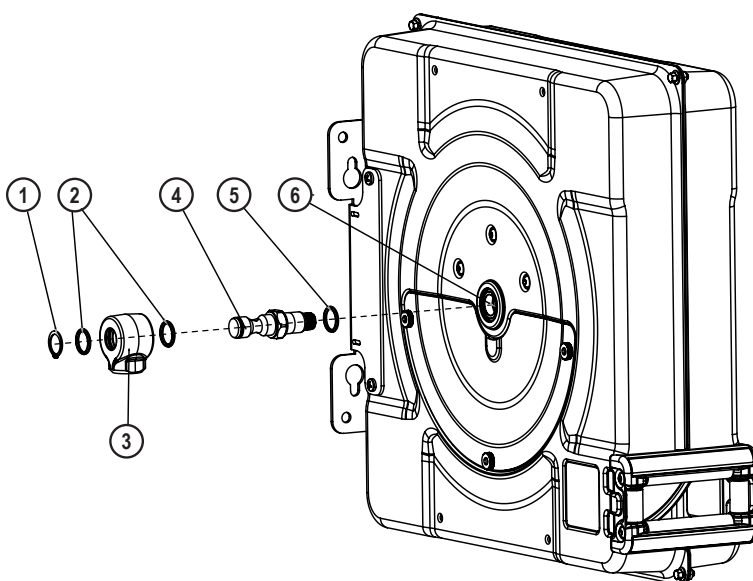

Fig. 13
2. Take apart the circlip (1) (fig. 13) and remove the swivel (3) (fig. 13).
4. Unscrew the shaft (4) (fig. 13). For doing this, it is needed to do counterforce by introducing an Allen key 7mm between faces (1) (fig. 8) inside the brass hexagon (2) (fig. 8), through the Tensor piece (3) (fig. 8). Avoid to transmit stress to other hose reel components.
5. Once the shaft has been taken apart, you will be able to reach the inner sealing ring (5) (fig. 13). Replace it if necessary. This sealing ring is used in all the hose reels models, located inside the inner rotating part (6) (fig. 13).
6. Introduce carefully the shaft inside the inner rotating part (6) (fig. 13), through the inner sealing ring (5) (fig. 13), be careful not to damage it with the shaft thread. It is recommended to clean the threads and apply a medium strength threadlocker in this threaded coupling. For tightening the shaft, again use the Allen key to make counterforce, avoiding the stress to transmit to other hose reel components.
8. Finally, place again the circlip (1) (fig. 13) on the shaft, and remove the Allen key (1) (fig. 8).
2. Ta bort ringen (1) (fig. 13) och sviveln (3) (fig. 13).
4. Lossa axeln (4) (fig. 13). För att göra detta behöver man ett motstånd genom att införa en insexnyckel 7 mm mellan ytorna (1) (fig. 8) inuti mässingshexagonen (2) (fig. 8) genom fjäderspännaren (3) (fig. 8). Undvik att överföra stress till andra komponenter i slangrullarna.
5. När axeln har plockats isär kommer du att kunna nå den inre O-ringen (5) (fig. 13). Byt ut den vid behov. Denna O-ring används i alla slangrullmodeller, placerade inuti den inre roterande delen (6) (fig. 13).
6. För försiktigt in axeln i den inre roterande delen (6) (fig. 13) genom den inre O-ringen (5) (fig. 13), var försiktig så att du inte skadar den med axelgången. Det rekommenderas att rengöra gångorna och applicera en medelstark gängtejp i denna gängade koppling. För att dra åt axeln, använd insexnyckeln som mothåll, för att andra slangrullekomponenter inte ska utsättas för stress.
8. Sätt tillbaka ringen (1) (fig. 13) på axeln och lossa insexnyckeln (1) (fig. 8).